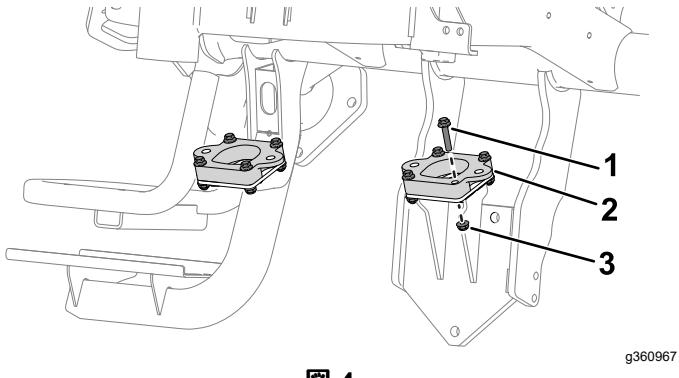
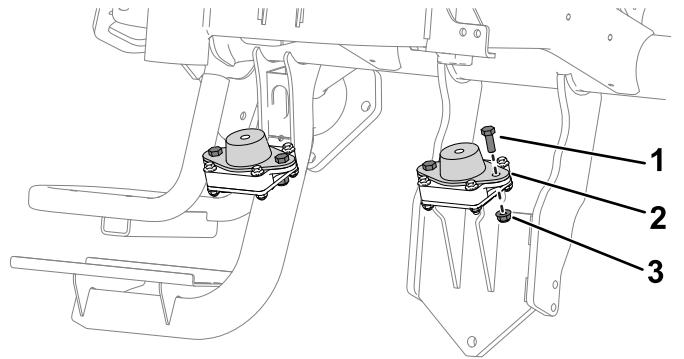
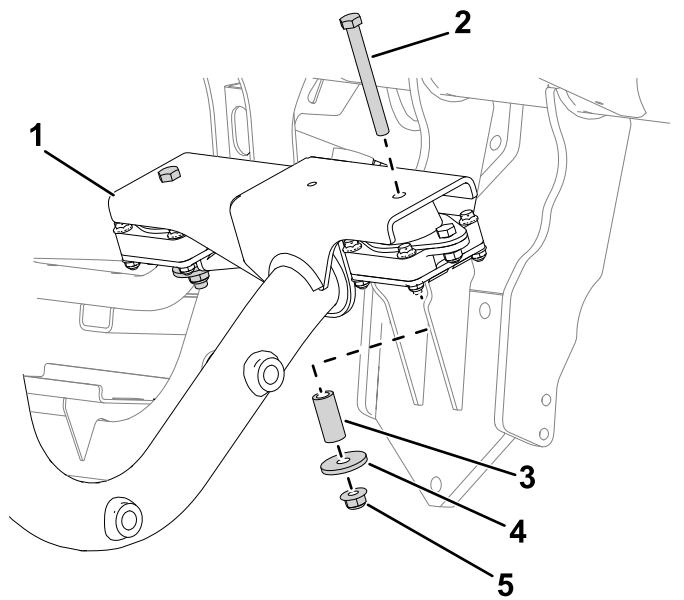

図4
図5
図6
注 図4と図5ではエンジンフレームは省略している。フレームは図6に描かれている。
- フレームにモータアダプタを取り付ける六角ヘッドボルト1/4" 4本、ナット1/4"4個を使用する図4。
- モータアダプタにモータマウントを取り付ける六角ヘッドボルト5/16" 2本、ナット5/16"2個を使用する図5。
- モータマウントにエンジンフレームを固定する六角ヘッドボルト3/8"1本、シリンダスペーサ1個、スペーサ1個、ナット3/8"を使用する図6。